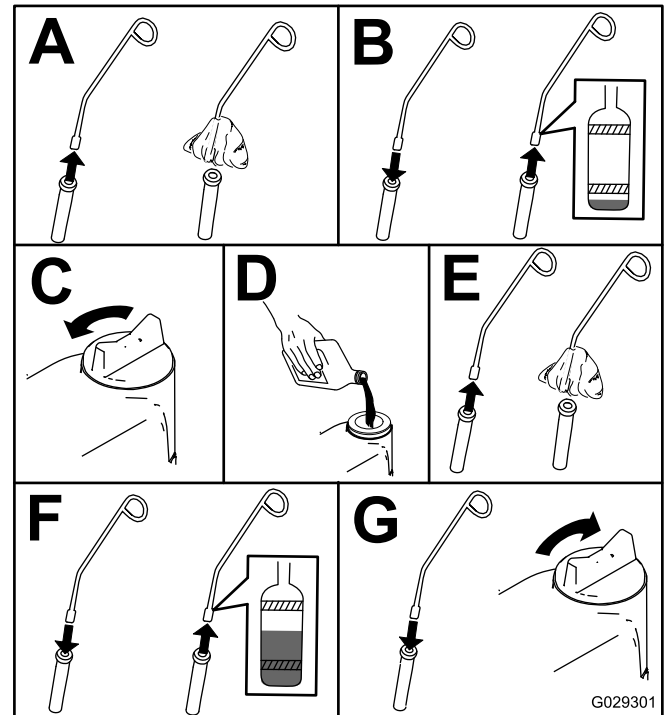

Figura 67
5. Compruebe el nivel de aceite del motor, según se muestra en **Figura 67**.